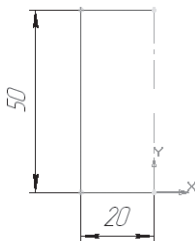

Рис. 131
- с помощью непрерывного ввода отрезка и ортогонального черчения постройте эскиз прямоугольника длина 20 мм, высота 50 мм (рис. 131);